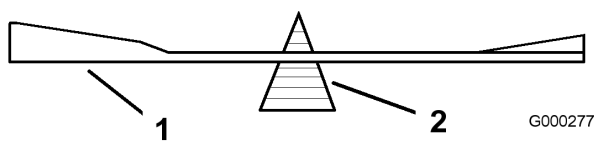
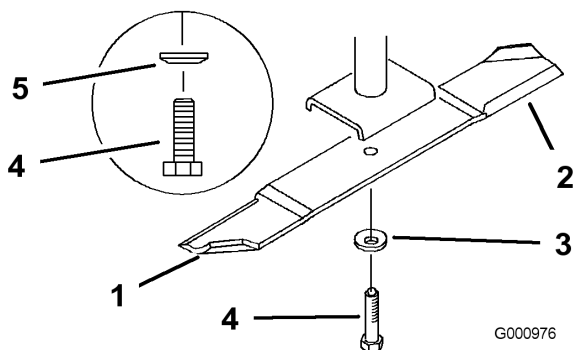

Figura 77
Figura 78
2. Retire del eje el perno de la cuchilla, la arandela de muelle y la cuchilla (Figura 78).
2. Verifique el equilibrio de la cuchilla colocándola sobre un equilibrador de cuchillas (Figura 77). Si la cuchilla se mantiene horizontal, está equilibrada y puede utilizarse. Si la cuchilla no está equilibrada, rebaje algo el metal en la parte de la vela solamente (Figura 78). Repita este procedimiento hasta que la cuchilla esté equilibrada.
1. Instale la cuchilla en el eje (Figura 78).
2. Instale la arandela de muelle y el perno de la cuchilla. El cono de la arandela de muelle debe estar orientado hacia la cabeza del perno (Figura 78). Apriete el perno de la cuchilla a 115-150 Nm (85-110 pies-libra).